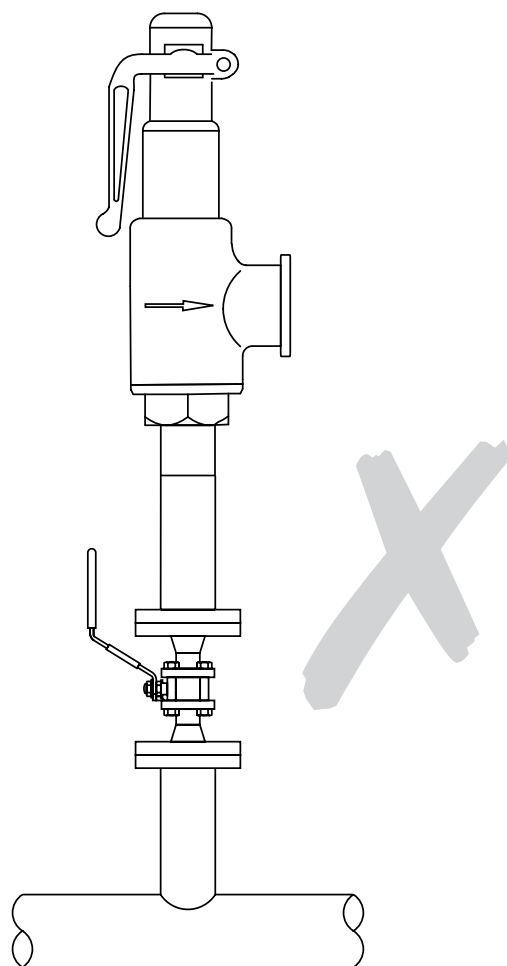

Рис. 4
- c.** На трубопроводе перед предохранительным клапаном не должно быть никаких других клапанов или фитингов (см. рис. 4).